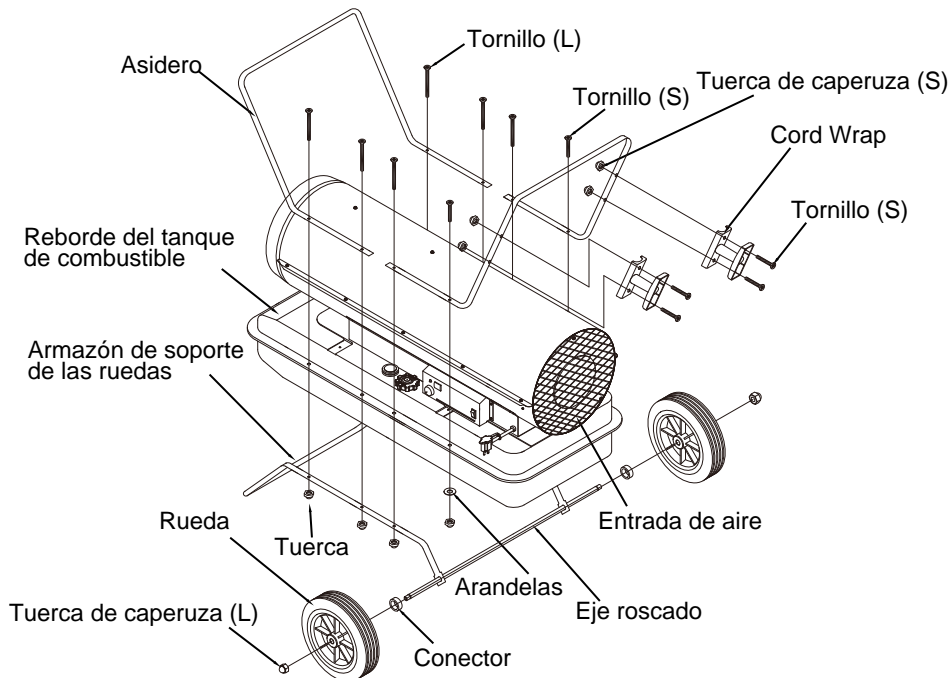

Figura 3. Montaje de las Ruedas y los Asideros
3. Coloque el calentador en el armazón de soporte de las ruedas. Asegúrese que el extremo de la entrada de aire (parte posterior) del calentador esté situado sobre las ruedas. Alinee los agujeros en el reborde del tanque de combustible. Inserte los tornillos(L) a través de los asideros (frontal y posterior), el reborde del tanque de combustible y el armazón de soporte de las ruedas. Inserte los tornillos(C) a través de los asideros posterior el reborde del tanque de combustible y el arandelas planas(C) como se muestra en la Figura 3, e instale las tuercas, apretando éstas con los dedos, después de insertar cada tornillo.
6. Inserte los tornillos a través del enrolla cable y el asidero posterior como se muestra en la Figura 3, e instale las tuercas, apretando éstas con los dedos, después de insertar cada tornillo.